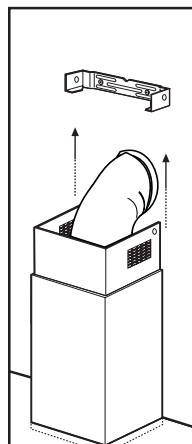

Bild 13a
- Den unteren Teil des Kamins ruetchen lassen damit die Abzuggruppe ganz bedeckt wird bis diese Abzuggruppe in den richtigen Platz auf der Dunstabzugshaube eingefuegt wird. **Bild 13a**